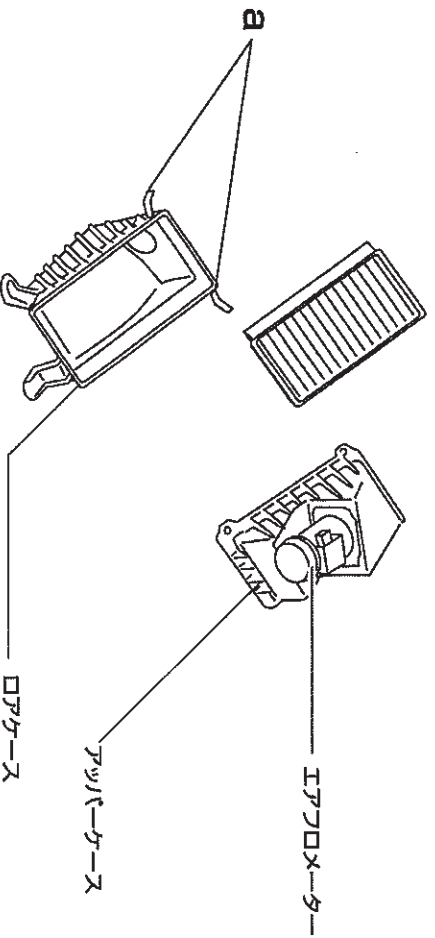

図2
- 3, エアクリリーナーアッパーカーズとロアケースを結合しているクランプ(図2-a)2箇所または4箇所を外します。